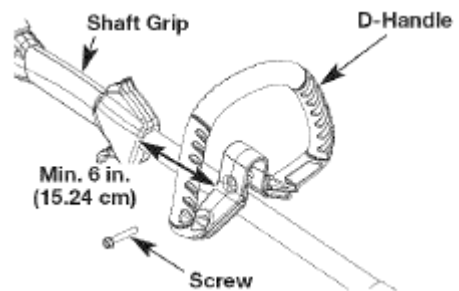

Рис. 1
1. Ослабьте винты на D-образной рукоятке (Рис. 1).